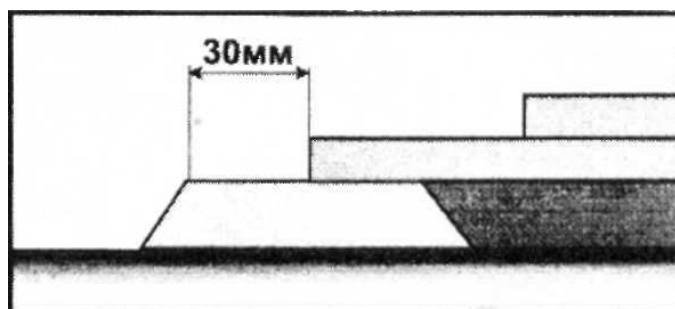

Рисунок 22 – Укладка соединительной резины
5.9.2 Снизу на конец ленты, находящейся на плите вулканизатора, нанести и прикатать необходимое количество сырой резины с таким расчетом, чтобы полностью закрыть с небольшим запасом стык при положении сверху второго конца ленты (Рисунок 22).
5.12.2 Уложить накладки на плиту вулканизатора, вплотную к бортам конвейерной ленты (Рисунок 22).